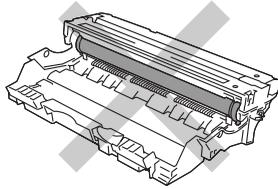

Abbildung 5-14
- Berühren Sie die in Abbildung 5-14 schattiert dargestellten Bereiche keinesfalls!